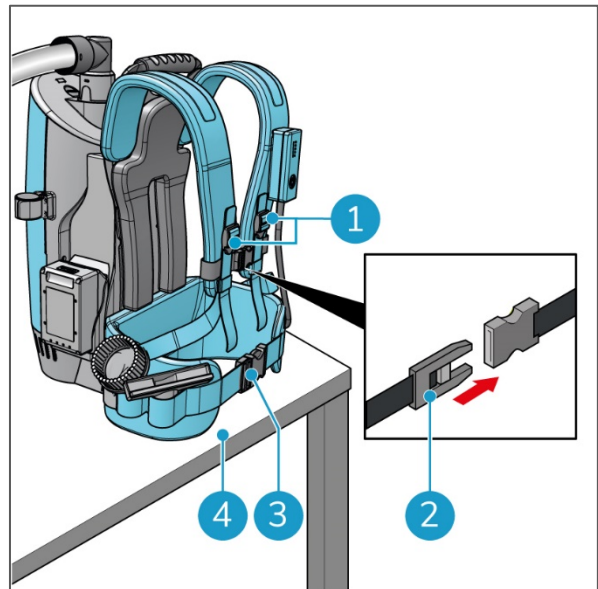

Figura 14
1. Coloca la i-move 2.5B sobre una mesa o similar (Figura 14, pos. 4).
2. Abre la correa de la cintura (Figura 14, pos. 3).
3. Suelta la hebilla de la parte delantera (Figura 14, pos. 2).
4. Suelta las 2 hebillas (Figura 14, pos. 1).
6. Coloca la i-move 2.5B sobre una mesa o similar (Figura 14, pos. 4).